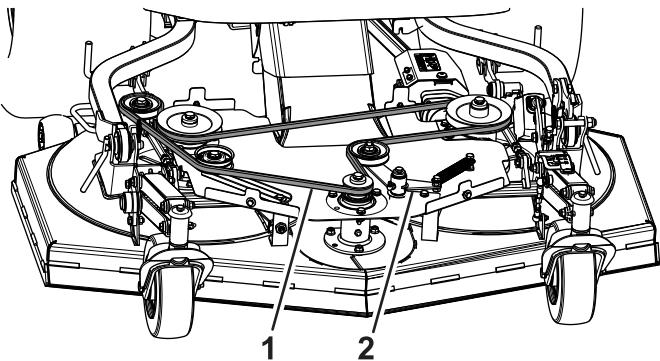

Figura 106
4. Retire a mola do braço da polia do borne da unidade de corte (Figura 106).
1. Encaminhe a nova correia em redor das polias, como se mostra na Figura 106.
2. Instale a mola do braço da polia no borne da unidade de corte (Figura 106).